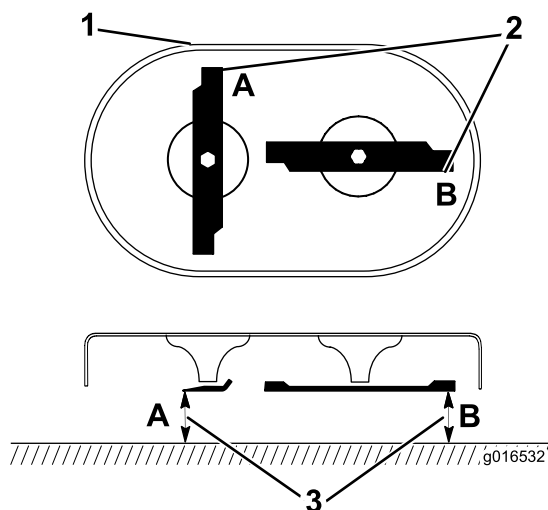

Figura 37
1. Ruotate le lame in modo che siano posizionate come mostrato in Figura 37.
2. Misurate ai punti **A** e **B** da una superficie piana fino ai taglienti (**Figura 37**) e registrate entrambe le dimensioni.